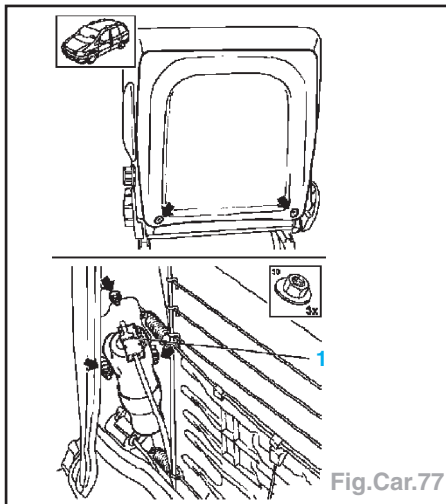

Fig.Car.77
- Débloquer et débrancher la fiche de faisceau et sortir l'airbag (3 écrous autobloquants) (Fig.Car.77).